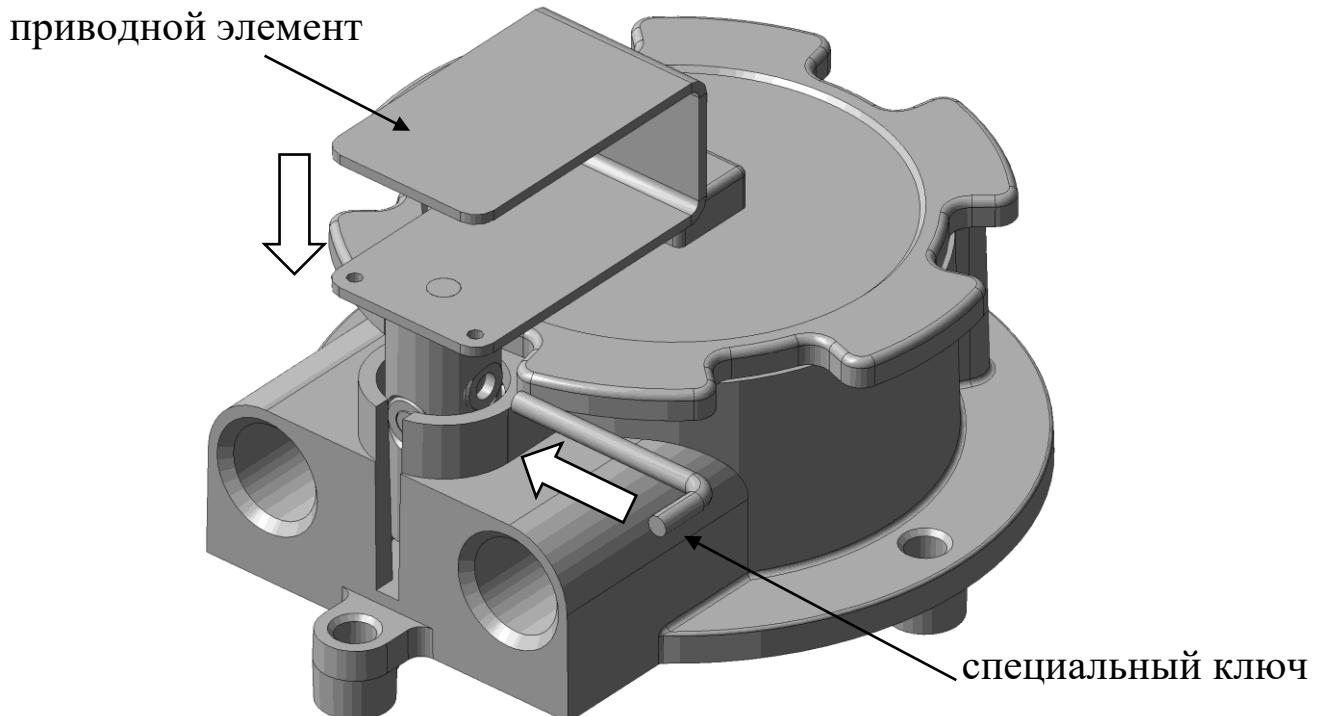

Рис. 2
1. В отверстие справа приводного элемента вставить специальный ключ и повернуть по часовой стрелке на  $90^\circ$ , рис.2;
2. Вставить приводной элемент до упора, рис.2.